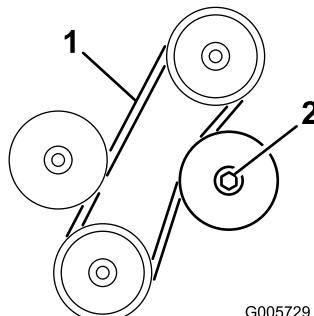

Figura 67
3. Uma tensão adequada deverá permitir um desvio de 6 mm quando for aplicada uma força de 22 Nm numa zona intermédia da correia, entre as duas polias (Figura 67). Se o desvio for incorrecto avance para o passo 4. Se estiver correcto, avance para o passo 5.
4. Desaperte a porca de bloqueio que prende a polia intermédia ajustável (Figura 67). Pressione a polia intermédia contra à correia até atingir o desvio desejado e aperte novamente a porca de bloqueio (Figura 67).
2. Desaperte a porca de bloqueio que fixa a polia intermédia, retire a polia da correia e, em seguida, retire a correia das outras polias (Figura 67).
3. Monte uma nova correia e verifique a sua tensão. Pressione a polia intermédia de encontro à correia até atingir um desvio de 6 mm exercendo uma força de 22 Nm na zona intermédia entre a polia superior e a polia intermédia fixa. Aperte a porca de bloqueio da polia intermédia para fixar o ajuste (Figura 67).